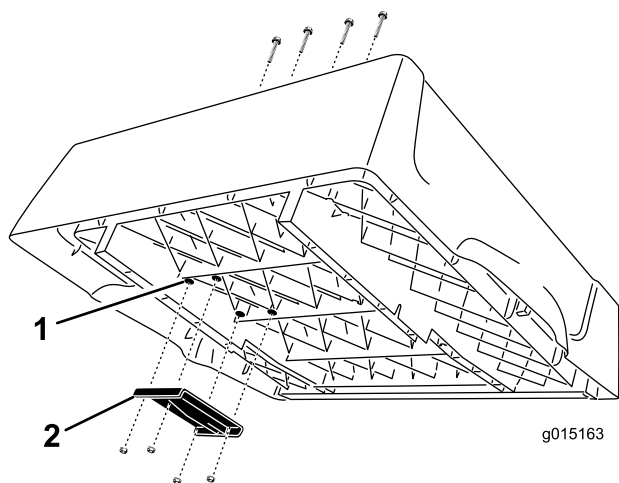

Figura 3
1. Localize as 4 bossas no lado inferior da caixa no lado direito (Figura 3). Utilizando um perfurador com uma broca de 3/8 pol., perfure cuidadosamente através das bossas para fazer quatro furos através da parte inferior da plataforma.
2. Monte o suporte de elevação superior na parte inferior da caixa com 4 parafusos de cabeça chata, parafusos Phillips (3/8 x 2-1/2 pol.) e porcas de bloqueio flangeadas (bloqueio Whiz) (3/8 polegada). Coloque o apoio (Figura 3).